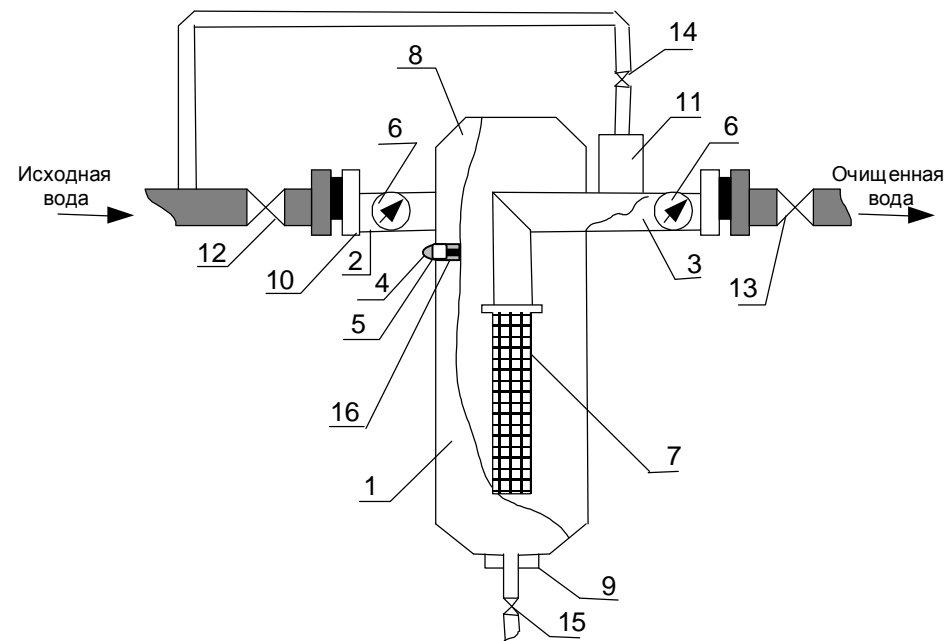

Рис.1
Конструкция фильтров типа WM представлена на рис. 1
Фильтр монтируется на трубопроводе в вертикальном положении. При монтаже следует предусмотреть возможность доступа к фильтру для последующего его обслуживания. Монтаж фильтра на трубопроводе осуществляется в соответствии с рис. 1
Фильтр следует смонтировать в соответствии с монтажной схемой (см. рис.1), присоединив его к трубопроводу с помощью разъемных фланцевых соединений. Фланцы имеют по 4 отверстия под болты или шпильки с резьбой М16. Между фланцами фильтра и трубопровода должна быть установлена резиновая прокладка. Через кран (15) фильтр соединяется с канализацией. Воду на промывку следует отбирать либо, как это показано на схеме, из трубопровода исходной воды, либо, если вода очень загрязнена, из отдельной магистрали.